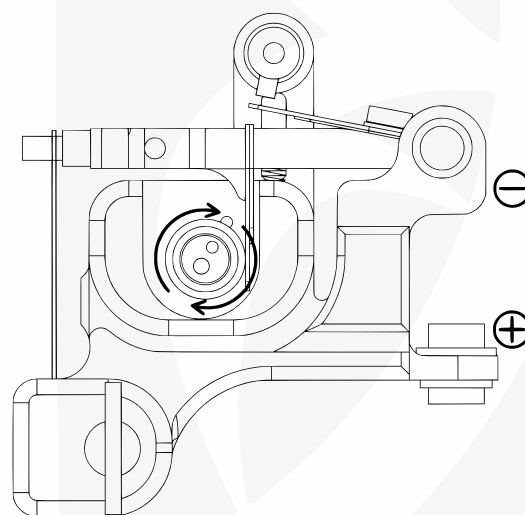

Fig 1: Connexion correcte du clipcord et sens de rotation du moteur
- **Fil rouge (+) :** Il doit être connecté à la **borne inférieure** du connecteur de la machine. (Fig. 1)
- Lors de la mise en marche de la machine, vérifiez que le **moteur** tourne dans le **sens des aiguilles d'une montre**. C'est la **bonne direction** pour garantir un coup **ferme et cohérent**. (Fig. 1)
- Si le moteur tourne dans le sens opposé, débranchez le **clipcord** et inversez les connexions de **polarité**. (Fig. 1)